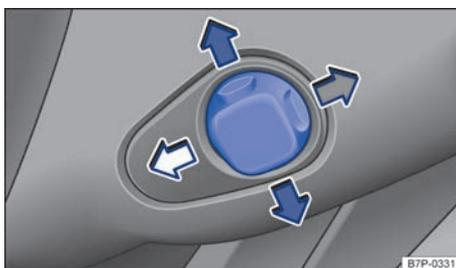

Fig. 66 Detrás del volante, en el guarnecido izquierdo de la columna de dirección: mando para el ajuste eléctrico de la posición del volante. ▶
- Presione el mando → fig. 66 en la dirección correspondiente hasta que el volante se encuentre en la posición deseada.
Si, cuando el volante de ajuste eléctrico se está desplazando a la posición en cuestión de forma automática, se acciona el mando → fig. 66, el volante se detiene. A continuación se memoriza esta nueva posición.